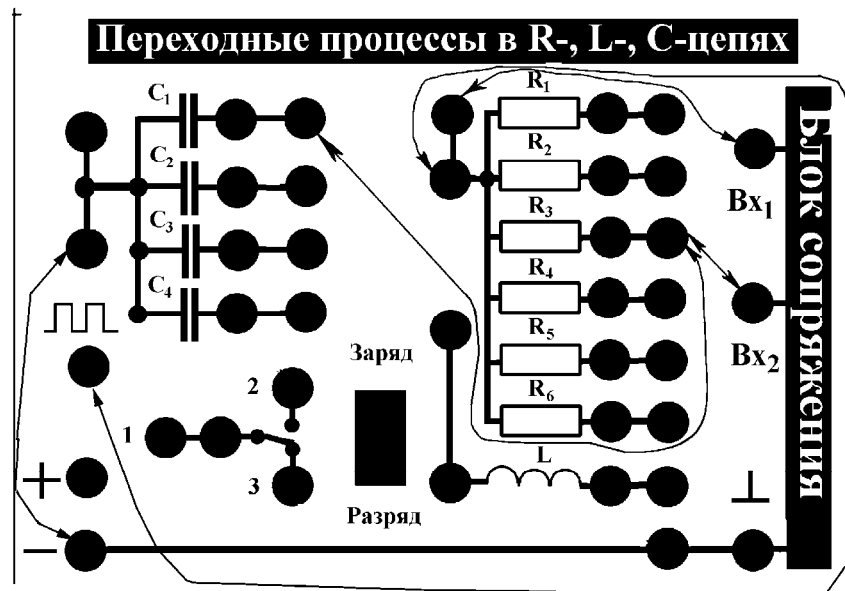

Рис. 4. Соединение элементов учебной платы для выполнения упражнения 2.
1. Соберите электрическую схему в соответствии с рис. 4, при этом в эксперименте используются конденсатор C_1 неизвестной емкости и известное сопротивление $R_3=2\text{кОм}$. На вход Vx_1 подается сигнал с генератора прямоугольных импульсов, а на вход Vx_2 — с конденсатора C_1 .
1. Соберите электрическую схему в соответствии с рис. 4, при этом в эксперименте используются конденсатор C_1 , емкость которого была определена в упр. 2, и неизвестное сопротивление R_4 . На вход Vx_1 подается сигнал с генератора прямоугольных импульсов, а на вход Vx_2 — с конденсатора.